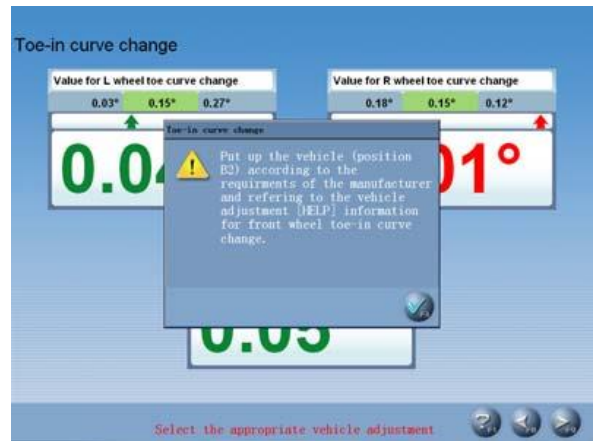

Рис. 4.24
4. Поднимите автомобиль (в положение В2) в соответствии с указаниями производителя. На экране отображается окно, как показано на рис.4.24.